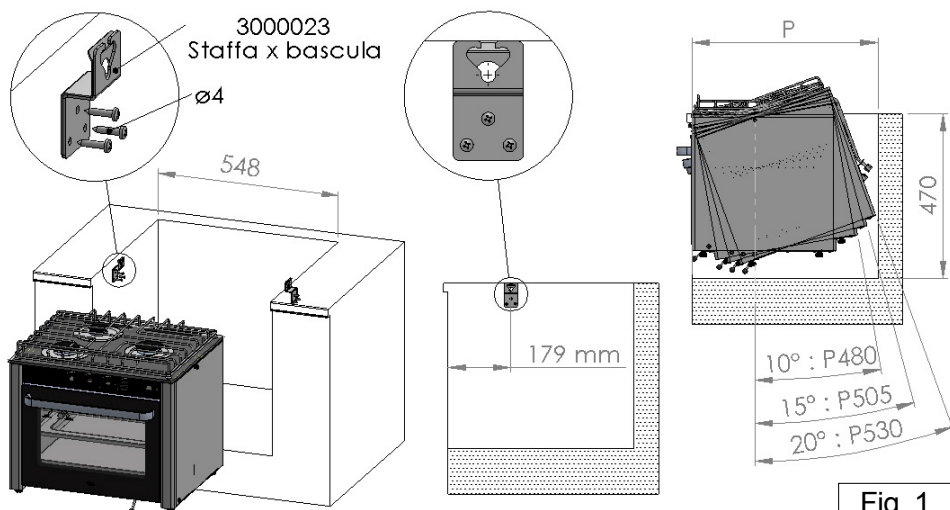

Fig. 2
- Inserire la cucina nelle staffe di aggancio, come indicato nella Fig. 2.